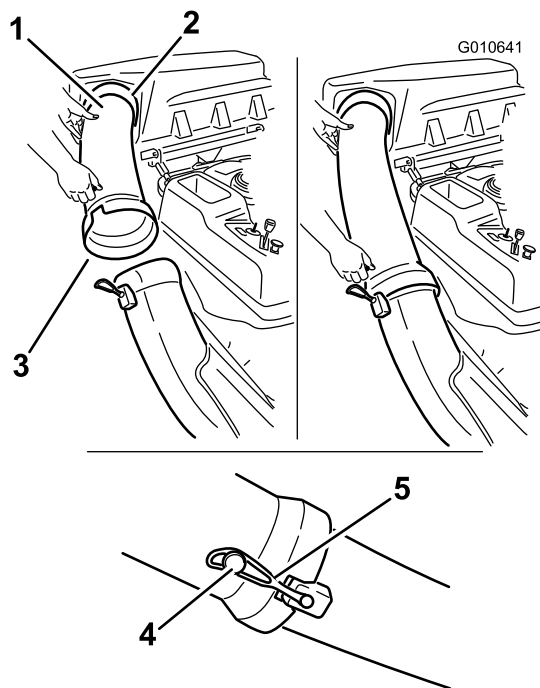

Figura 28
- Coloque el extremo abocinado del tubo de descarga sobre el extremo del conducto. Enganche la correa de goma del conducto alrededor de la clavija del tubo de descarga para sujetar éste (Figura 28).
- Introduzca el extremo curvo del tubo de descarga en el orificio de la tapa del ensacador (Figura 28).